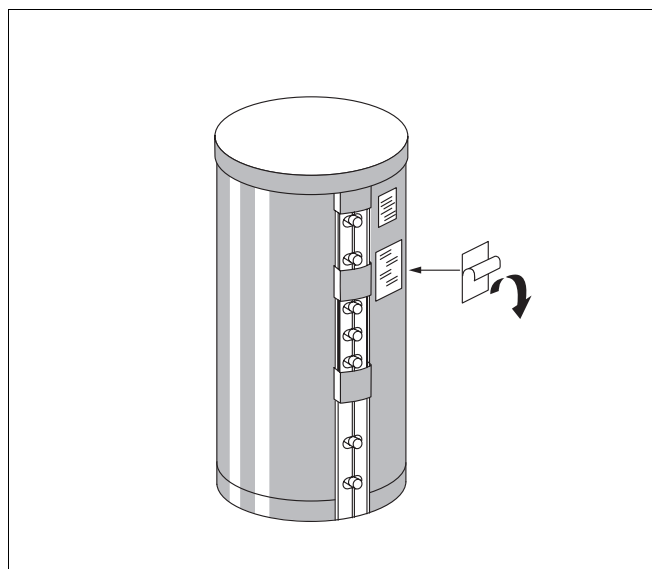

Fig. 9 Aplicarea plăcuței de identificare
- Se îndepărtează folia de protecție de pe partea posterioară a plăcuței de identificare și aceasta se lipește sub plăcuța mai mică, deja existentă (fig. 9).